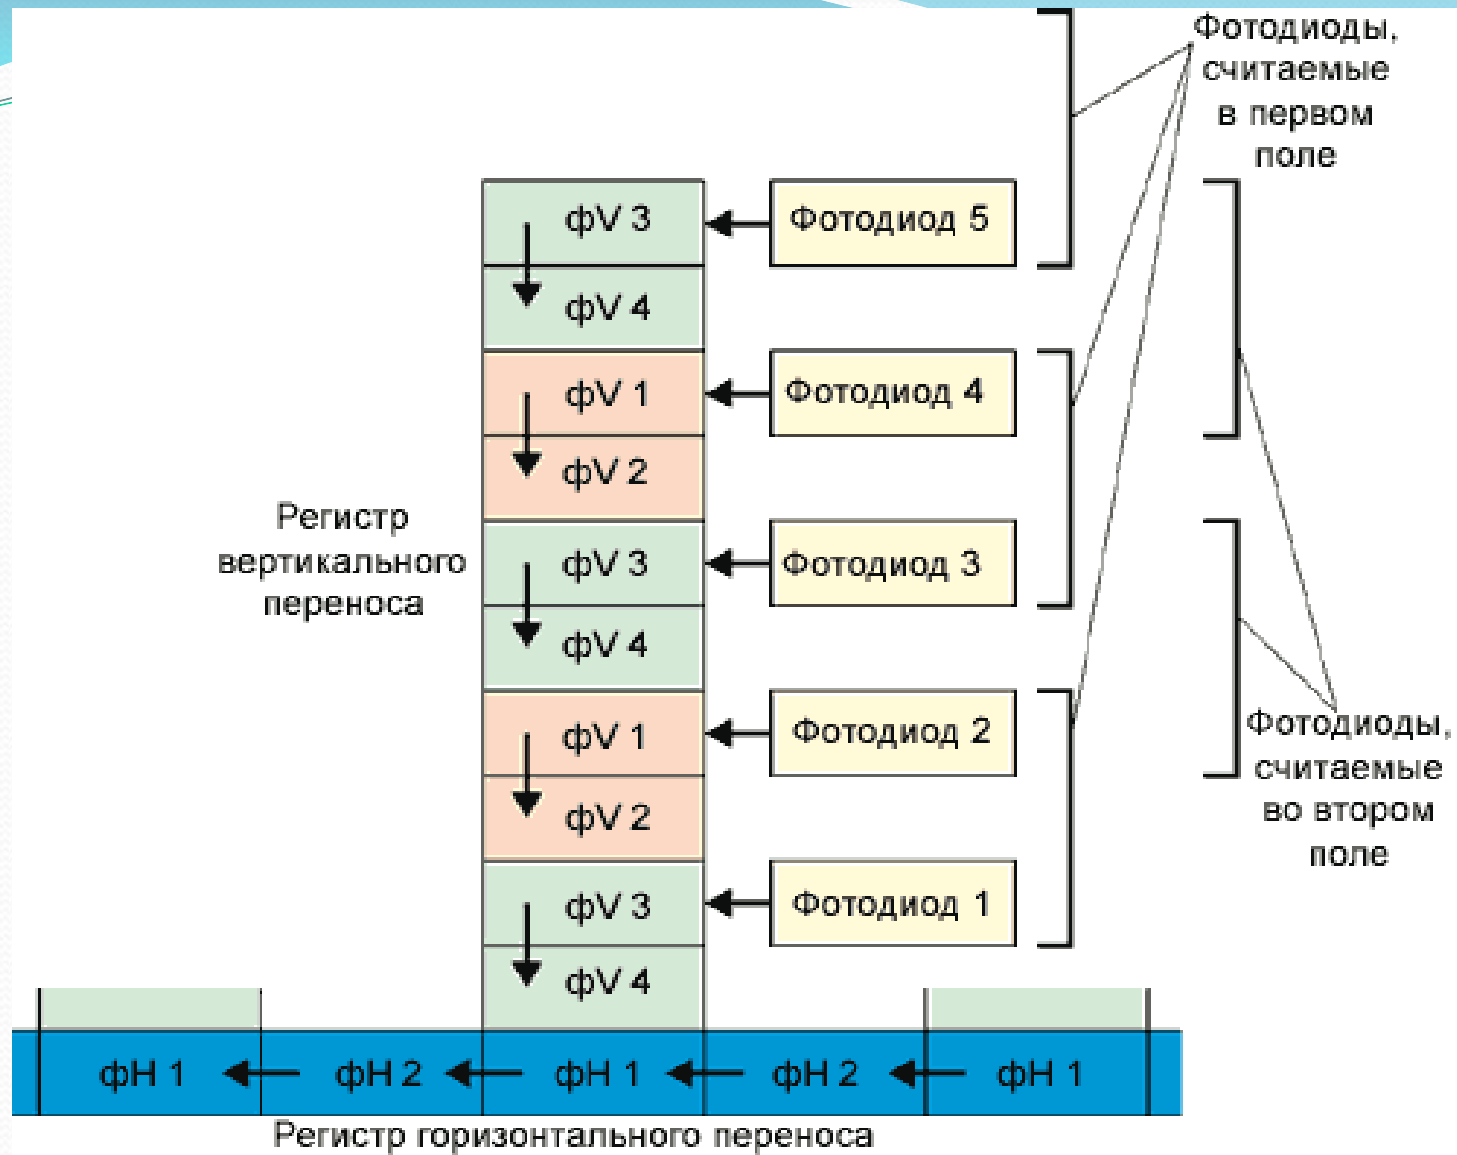

Рис. 6. Режим накопления поля
- Рассмотрим работу преобразователя в этих режимах на примере работы строчно-кадрового ПЗС (IT CCD), фрагмент которого представлен на рис. 6.
- В режиме накопления поля (рис. 6) все фотодиоды преобразователя опрашиваются одновременно - один раз в течение поля. Поэтому время накопления информации в таком режиме составляет одно ТВ-поле. Причем, два соседних по вертикали фотодиода объединяются в одну ТВ-строку.